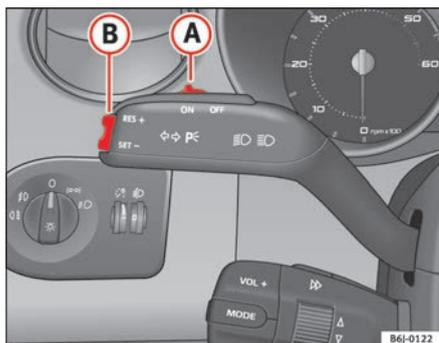

Fig. 102 Alavanca dos indicadores de direcção máximos: comando e interruptor basculante para o regulador de velocidade
- Empurrar o cursor ⇒ fig. 102 **A** para esquerda para **ON**.